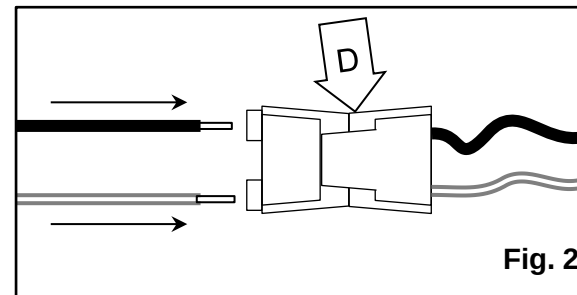

Fig. 2
3. Abra la **placa de acceso (B)** y enrosque los **cables de alimentación** a través de la **entrada (C)**. Inserte los **cables de alimentación** en el **conector rápido (D)** alineando el **cable negro de alimentación** con el **cable negro del luminario** y el **cable blanco de alimentación** al **cable blanco del luminario**. [Fig. 2]